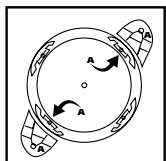

FIGURE 3
3. Avec l'entrée du réservoir face à vous, prenez les pieds de roulette marqués de la lettre **A**, **FIGURE 3**, et insérez-les dans les rainures avant-gauche et arrière-droite, également identifiées par la lettre **A**.